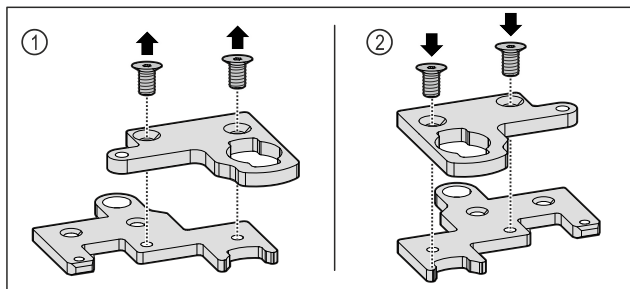

Fig. 34
- ▶ Демонтирайте двукомпонентния ъгъл на пантата. Fig. 34 (1)
- ▶ Сглобете отново двукомпонентния ъгъл на пантата, завъртян на 180°. Fig. 34 (2)